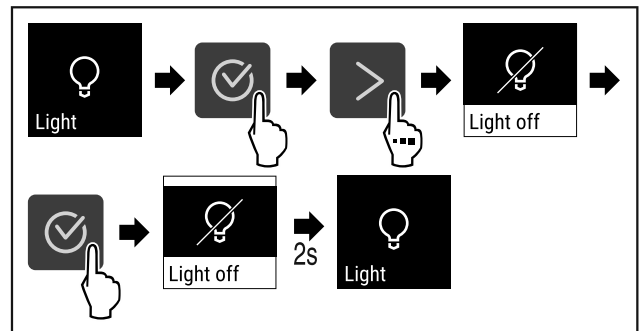

Fig. 68
- Suorita toimenpidevaiheet (katso Fig. 68).